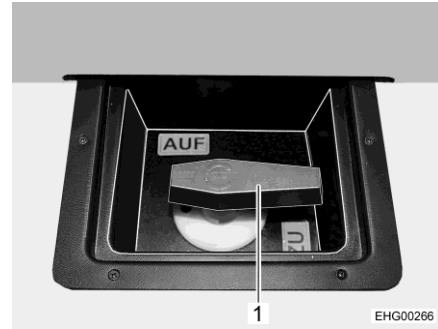

Fig. 132 Palanca de mando (depósito de aguas residuales)
La llave de desagüe de aguas residuales se acciona mediante una palanca de mando (Fig. 132,1). La palanca de mando (Fig. 132,1) para la eliminación de aguas residuales se encuentra debajo de una cubierta en la parte trasera. El tubo de salida con la conexión para una manguera de aguas residuales se encuentra debajo del vehículo, a la derecha.
- Abrir la llave de desagüe. Para esto, girar la palanca de mando (Fig. 132,1) de la llave de desagüe a la posición "AUF" (abierta). Se vacía las aguas residuales.
- Una vez que hayan salido totalmente las aguas residuales, volver a cerrar la llave de desagüe. Para esto, girar la palanca de mando (Fig. 132,1) de la llave de desagüe a la posición "ZU" (cerrada).